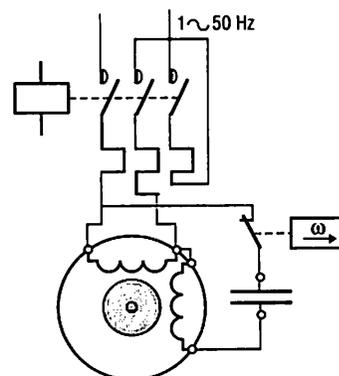

Fig. 20 : Démarrage par phase auxiliaire et contact centrifuge.
a) Démarrage par contact centrifuge (fig. 20)